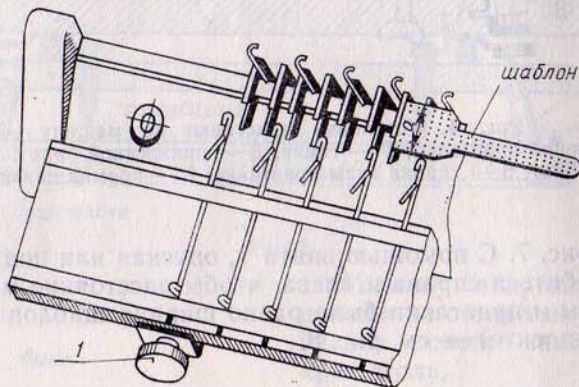
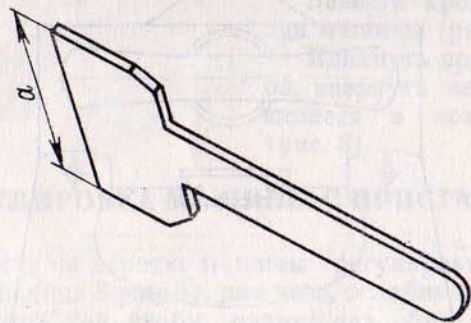

Рис. 7
Рис. 8
2. По рис. 7. С помощью винта 1, опуская или поднимая приставку, добиться справа и слева, чтобы расстояние между иглами машины и приставки было равно ширине шаблона «а» (имеется в комплекте) — см. рис. 8.